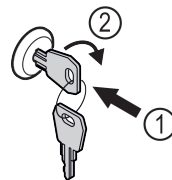

Fig. 207
- ▶ Schlüssel hineindrücken. Fig. 207 (1)
- ▶ Schlüssel um 90° im Uhrzeigersinn drehen. Fig. 207 (2)